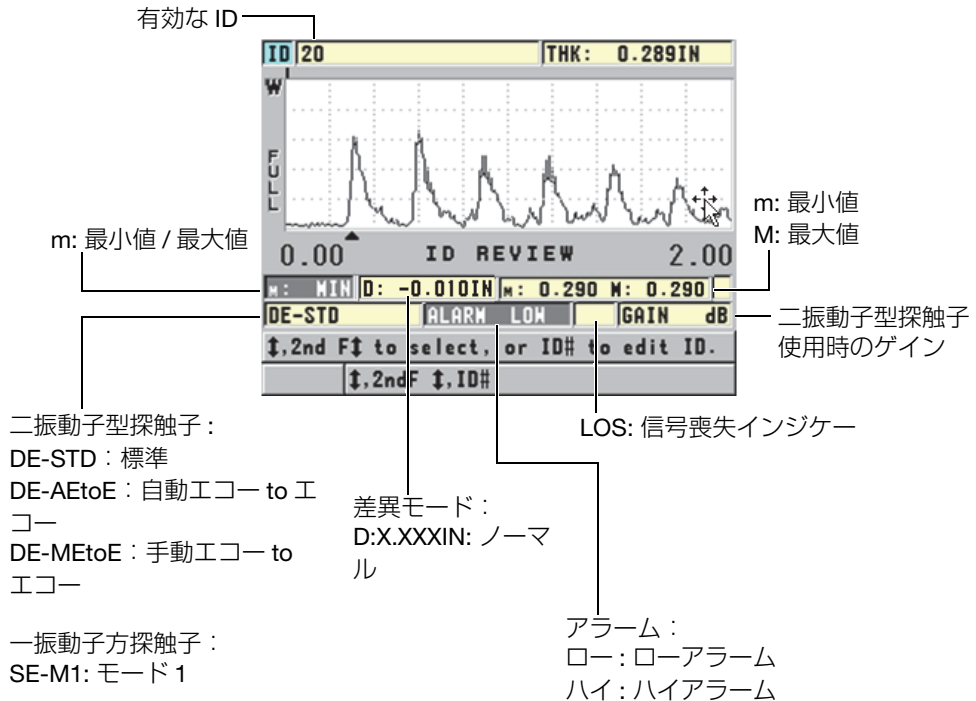

図 6-36 ID レビュー画面の確認
129 ページの図 6-36 に、ID レビュー画面の例を示し、その内容について説明します。波形の下の領域は、表示された保存厚さ値について記述するステータスフラグのために予約されています。フラグは、送信コマンドを使用して厚さ計から送信されるステータスワードと同じ 1 文字の省略形です（201 ページの「通信およびデータ転送の管理」を参照）。
3. ID レビュー画面（129 ページの図 6-36 を参照）で、以下の手順を実行します。